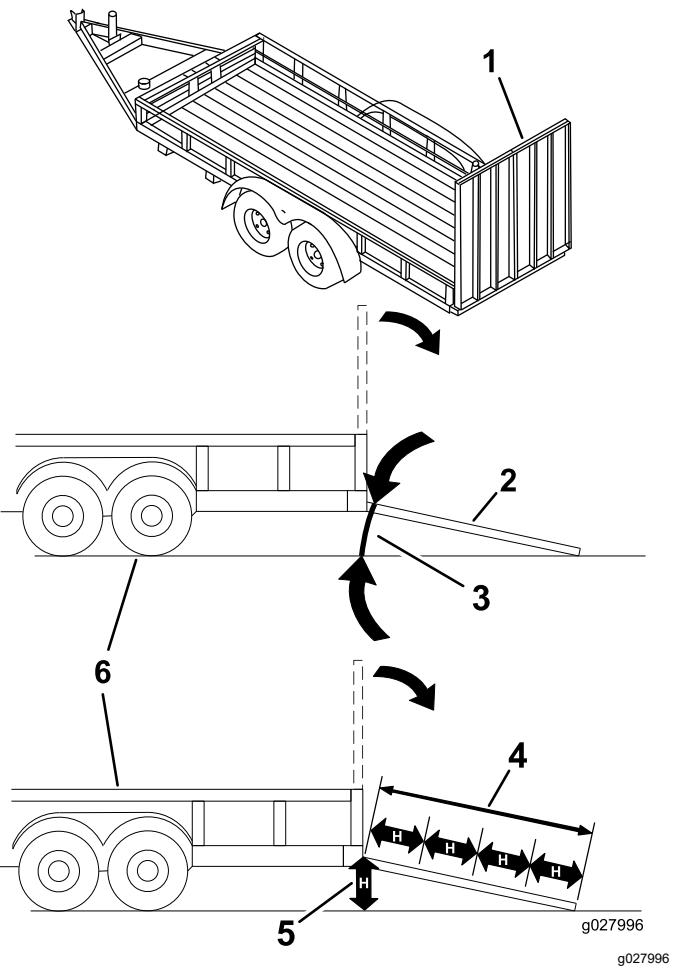

Figure 30
Le chargement d'une machine sur une remorque ou un camion augmente les risques de renversement et peut provoquer des blessures graves voire mortelles (**Figure 30**).
3. Abaissez la rampe pour que l'angle avec le sol ne dépasse pas 15 degrés (Figure 30).
1. Abaissez la rampe pour que l'angle avec le sol ne dépasse pas 15 degrés (Figure 30).